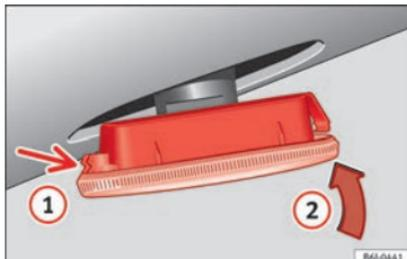

Fig. 108 Luzes indicadoras de mudança de direção laterais.
» **Fig. 108**, e em seguida, encaixe a lâmpada da forma indicada pela seta ②
» **Fig. 108**.